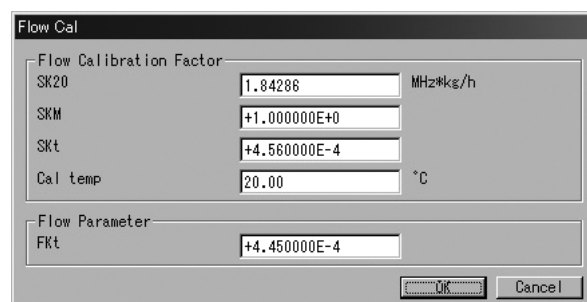

図61
- ① 画面上部メニューの「Setup(S)」をクリックし、「Charize sensor」のドロップダウンリストの中から「Flow Cal」を選び再度クリックします。
- ② 図61のようなメッセージボックスが現れます。ここでは流量ファクターを設定します。